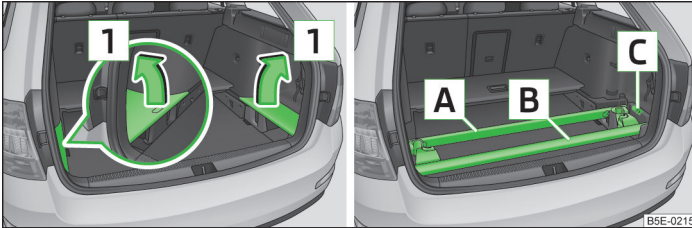

Abb. 87 Seitenabdeckungen herausnehmen / Dachgepäckträger richtig verstauen
- › Die Seitenabdeckungen des Gepäckraums in Pfeilrichtung **1** » Abb. 87 herausnehmen.
- › Die Seitenabdeckungen des Gepäckraums entgegen der Pfeilrichtung **1** » Abb. 87 wieder einsetzen.
- Die Schlüssel für die Dachgepäckträger können in der Vertiefung **C** » Abb. 87 verstaут werden.